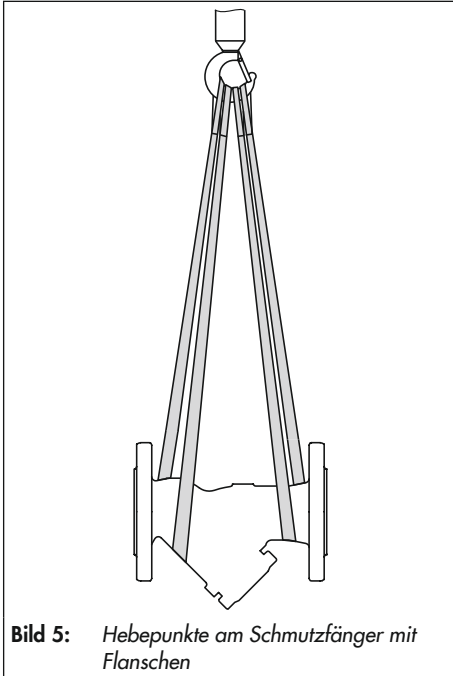
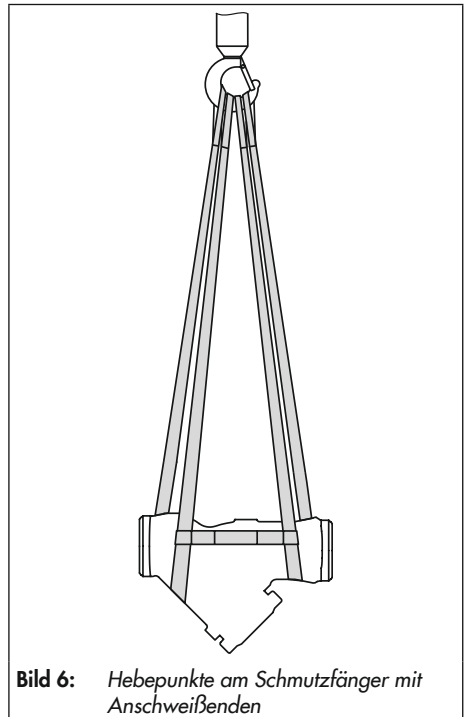

Bild 5: Hebepunkte am Schmutzfänger mit Flanschen
Bild 6: Hebepunkte am Schmutzfänger mit Anschweißenden
1. Je eine Hebeschlinge an den Flanschen des Gehäuses und am Tragmittel (z. B. Haken) des Krans oder Gabelstaplers anschlagen, vgl. Bild 5.
1. Je eine Hebeschlinge an den Anschweißenden des Gehäuses und am Tragmittel (z. B. Haken) des Krans oder Gabelstaplers anschlagen, vgl. Bild 6.
SAMSON empfiehlt, als Tragmittel einen Haken mit Sicherheitsverschluss zu verwenden (vgl. Bild 5 und Bild 6). Der Sicherheitsverschluss verhindert, dass die Anschlagmittel beim Heben und Transportieren vom Haken rutschen.